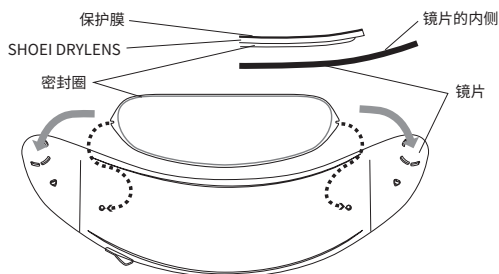

图2
- 2-1 准备SHOEI DRYLENS，剥离保护膜的两端，使密封圈所在面紧贴镜片安装。(图2)